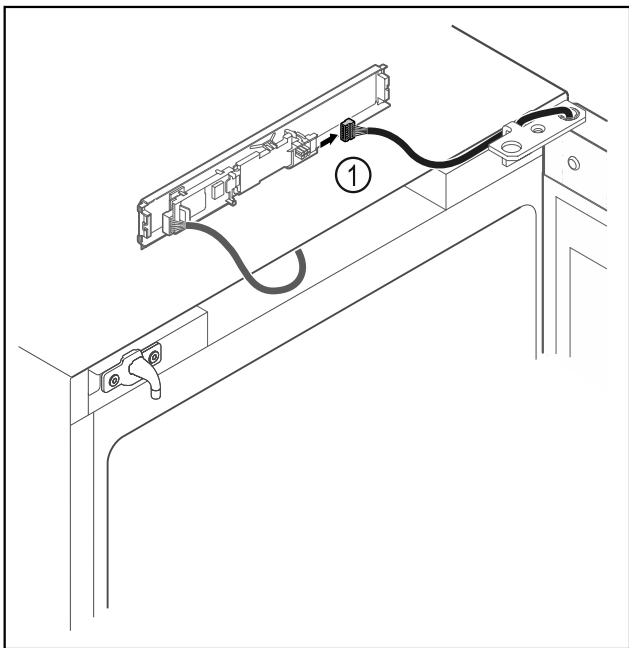

Fig. 10
- ▶ Húzza ki a dugót Fig. 10 (1) a NYÁK-ból.